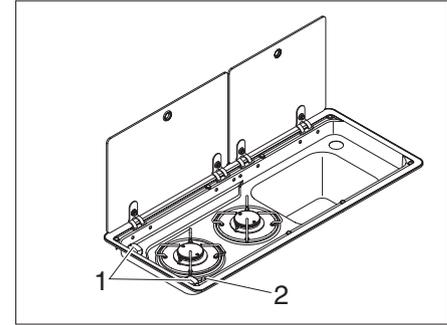

Fig. 85 Boutons de commande pour le réchaud à gaz
- ▶ Tourner le bouton tournant (Fig. 85,1) du brûleur désiré en position d'allumage (grande flamme).
- ▶ Produire une étincelle en appuyant sur la touche d'allumage (Fig. 85,2) (CVD540/600 uniquement).
- ▶ Tourner le bouton tournant (Fig. 85,1) sur la position "0". La flamme s'éteint.